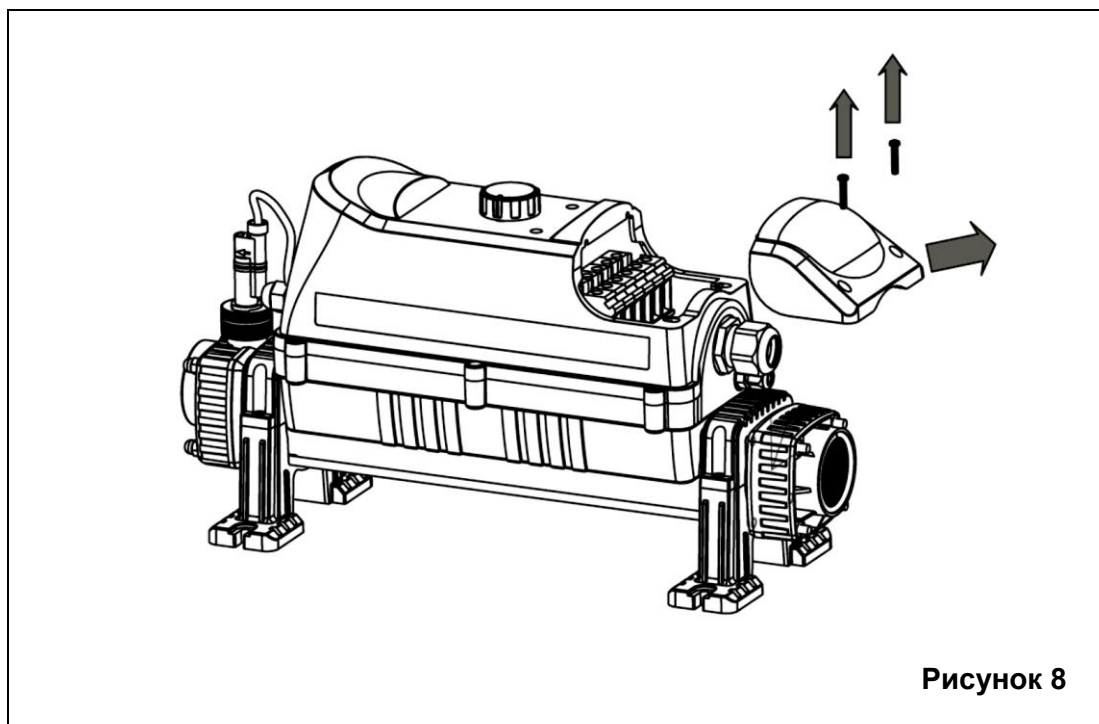

Рисунок 8
- Чтобы присоединить кабель питания, снимите крышку (см. рисунок 8).